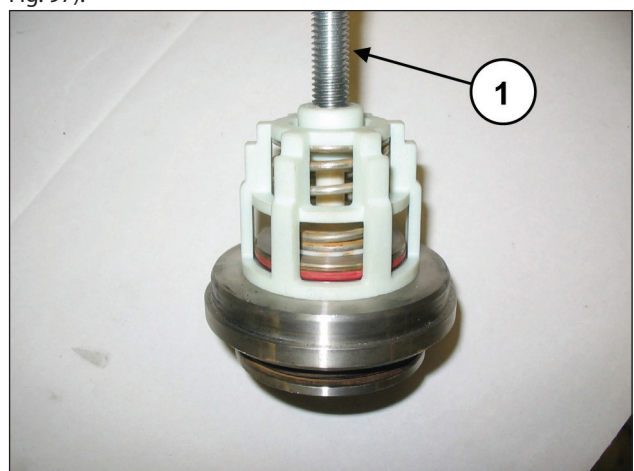

Fig. 97
Desmonte os grupos da válvula de aspiração e de descarga, apertando um parafuso M10 de modo a pressionar a guia interna e extrair a guia da válvula do local da válvula (pos. ①, Fig. 97).